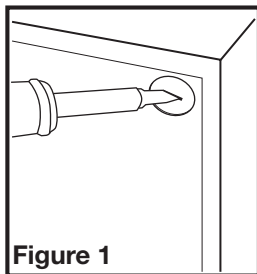

Figure 1
- À l'aide d'un tournevis à lame droite, retirez la découpe électrique du boîtier (Figure 1).